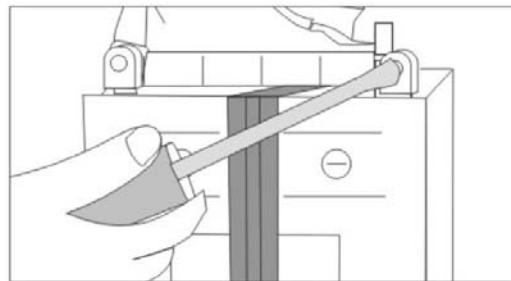

Abb. 41
- 6.2.3 Mit Hilfe des Schraubendrehers aus dem Werkzeugsatz die Schraube, die das an der Minusklemme (-) der Batterie angeschlossene Massekabel (schwarz) befestigt, entfernen. (Abb. 41).